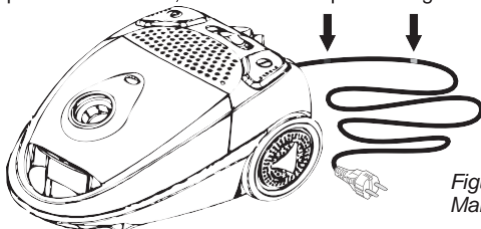

Figura 5
5. Il cavo presenta una marcatura gialla e una marcatura rossa (vedere la figura 5). Estrarre il cavo fino alla marcatura gialla.